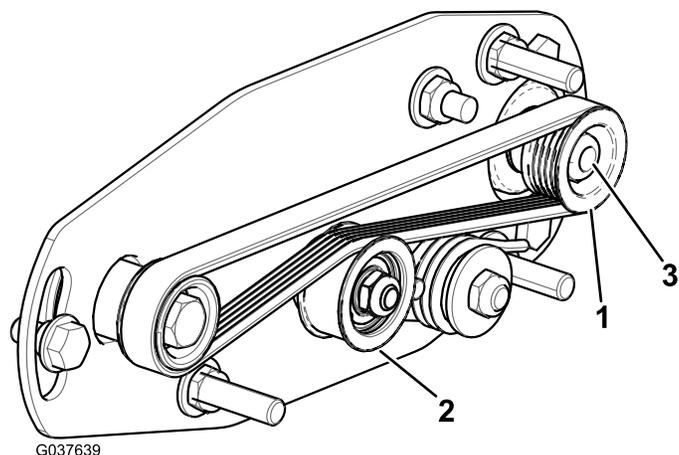
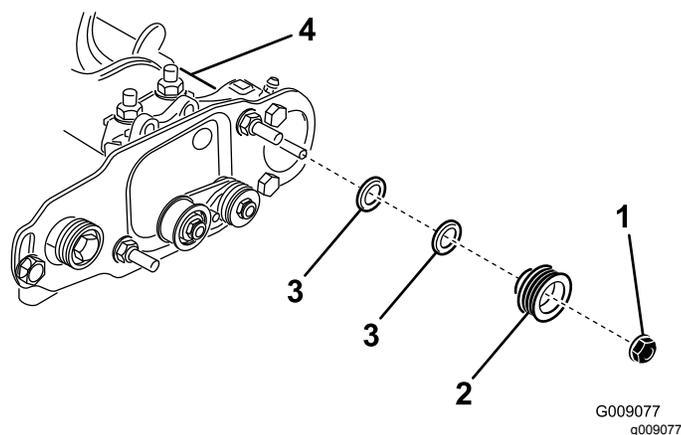

図 24
図 25
1. 受動プーリローラブラシのシャフト位置のは内外に動かすことができます 図 24。
2. リールを回しながらつまり駆動プーリを回しながら、駆動プーリからベルトをはずす 図 24。
3. 受動プーリをブラシシャフトに固定しているロックナットを取り外す 図 24 または 図 25。
4. シャフトから受動プーリを取り外す 図 25。
5. プーリを外側に出したい場合には、0.8mm 厚のワッシャを1枚入れる 図 25。
6. 図 25 のようにプーリを取り付ける。